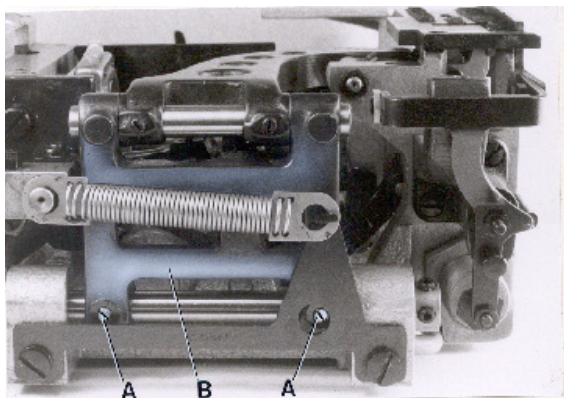

Fig. 7
After loosening screws (A, Fig. 7) rear in the feed rocker (B), the feed bar with feed dog can be moved laterally to center the feed dog in the throat plate slots, if required. Retighten screws (A).
Nach dem Lösen der Schrauben (A, Fig. 7) hinten im Transportrahmen (B) kann der Transporteurträger, bei Bedarf, mit dem Transporteur seitlich verschoben und in den Stichplattenschlitzn vermittelt werden. Ziehen Sie die Schrauben (A) wieder an.